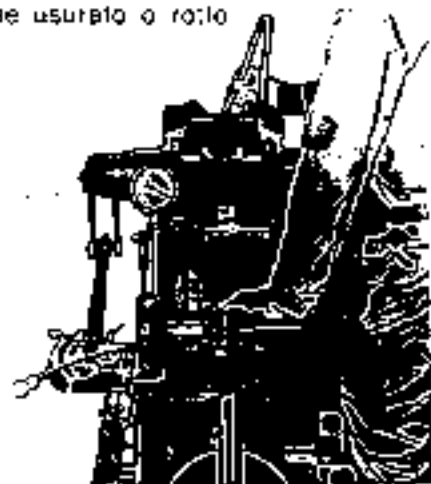

Fig. 202 - Controllo della bolla del circuito idraulico mediante le vuotometrie per trattorie - **PANTHER - TIGER 100**
- Inserire l'attrezzo in modo da convogliare l'olio dal coperchio direttamente all'interno della S.A.C. (vedi fig. 202).